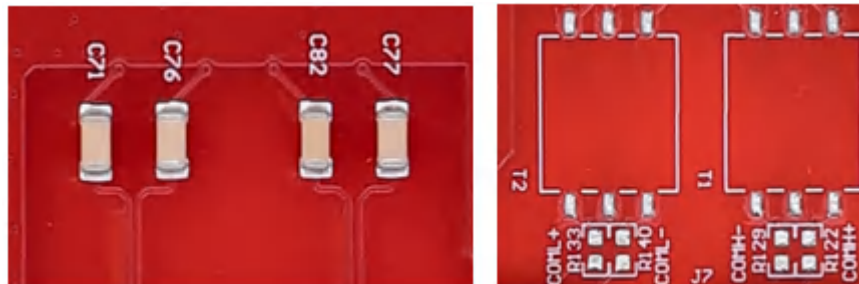

图 2-25. 仅电容器隔离
**仅电容器隔离：**对于 VIF 通信模块的仅电容器隔离，下图中的隔离电容器 ( C71、C76、C77 和 C82 ) 必须全部贴装 2.2nF 电容器。此外，图 2-25 中的串联电阻 ( R122、R129、R133 和 R140 ) 必须全部贴装 0Ω 电阻。这些 0Ω 电阻将旁路扼流圈焊盘，在不使用扼流圈时必须贴装。扼流圈的焊盘 L2 和 L3 不应贴装元件。
**变压器隔离：**对于 VIF 通信模块的变压器隔离，不得贴装隔离电容器 ( C71、C76、C77 和 C82 )。此外，串联电阻 ( R122、R129、R133 和 R140 ) 必须全部贴装 0Ω 电阻。最后，变压器将安装在 T1 和 T2 位置，如图 2-25 所示。这些 0Ω 电阻将旁路扼流圈焊盘，在不使用扼流圈时必须贴装。L2 和 L3 焊盘将保持空贴。